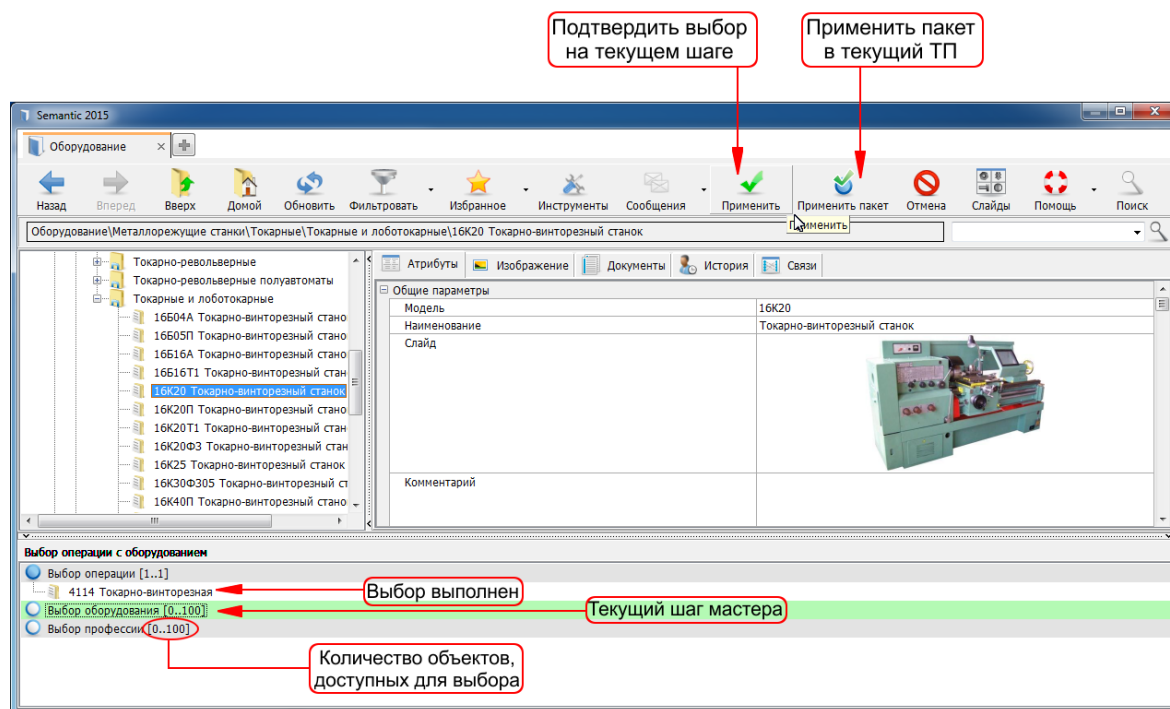

Рис. 4.7. Работа Мастера добавления операций в *Semantic MDM*
После выбора команды **Мастер добавления операции** будет запущена *Semantic MDM*, в режиме, позволяющем последовательно выбрать операцию, оборудование и профессию (Рис. 4.7).
- для сохранения сделанного выбора в текущий ТП необходимо нажать кнопку **Применить пакет** (см. Рис. 4.7)